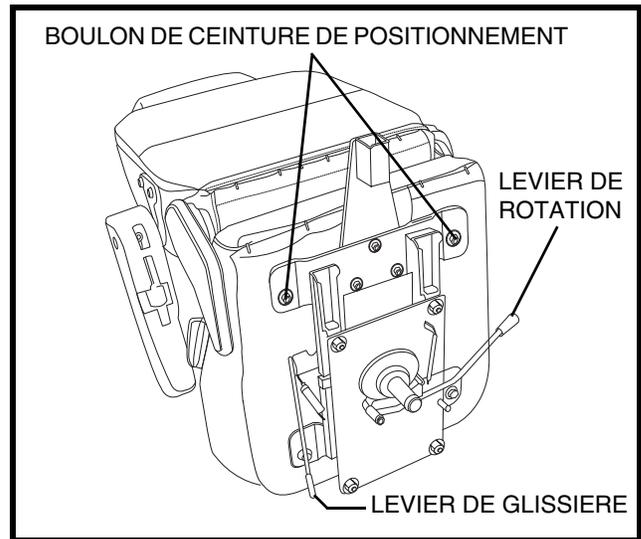

Figure 16A. Réglages du siège
1. Poussez le levier vers l'avant pour débloquer le siège. **Voir la figure 16A.**
Votre scooter est équipé d'une glissière à siège de type automobile. Vous pouvez déplacer le siège vers l'avant ou vers l'arrière. **Voir la figure 16A.**
2. Placez le siège à l'envers pour faire face à sa base. **Voir la figure 16A.**